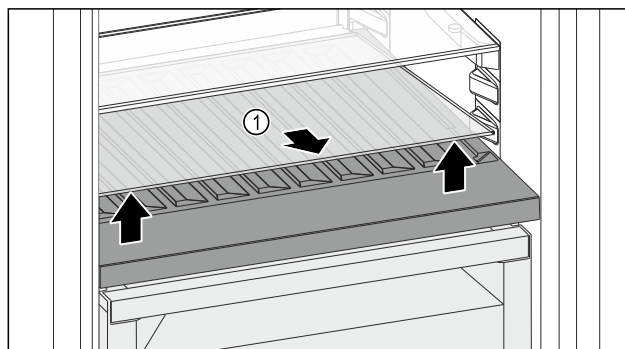

Fig. 124
- Skleněnou desku Fig. 124 (1) zvedněte za vybrání vpředu a vyjměte ji.
- Skleněnou desku Fig. 124 (1) uložte bezpečně mimo spotřebič.